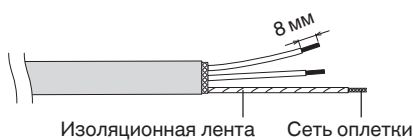

Рис. 4-9
- (3) Снимите покрытие сигнального провода. (Рис. 4-9)